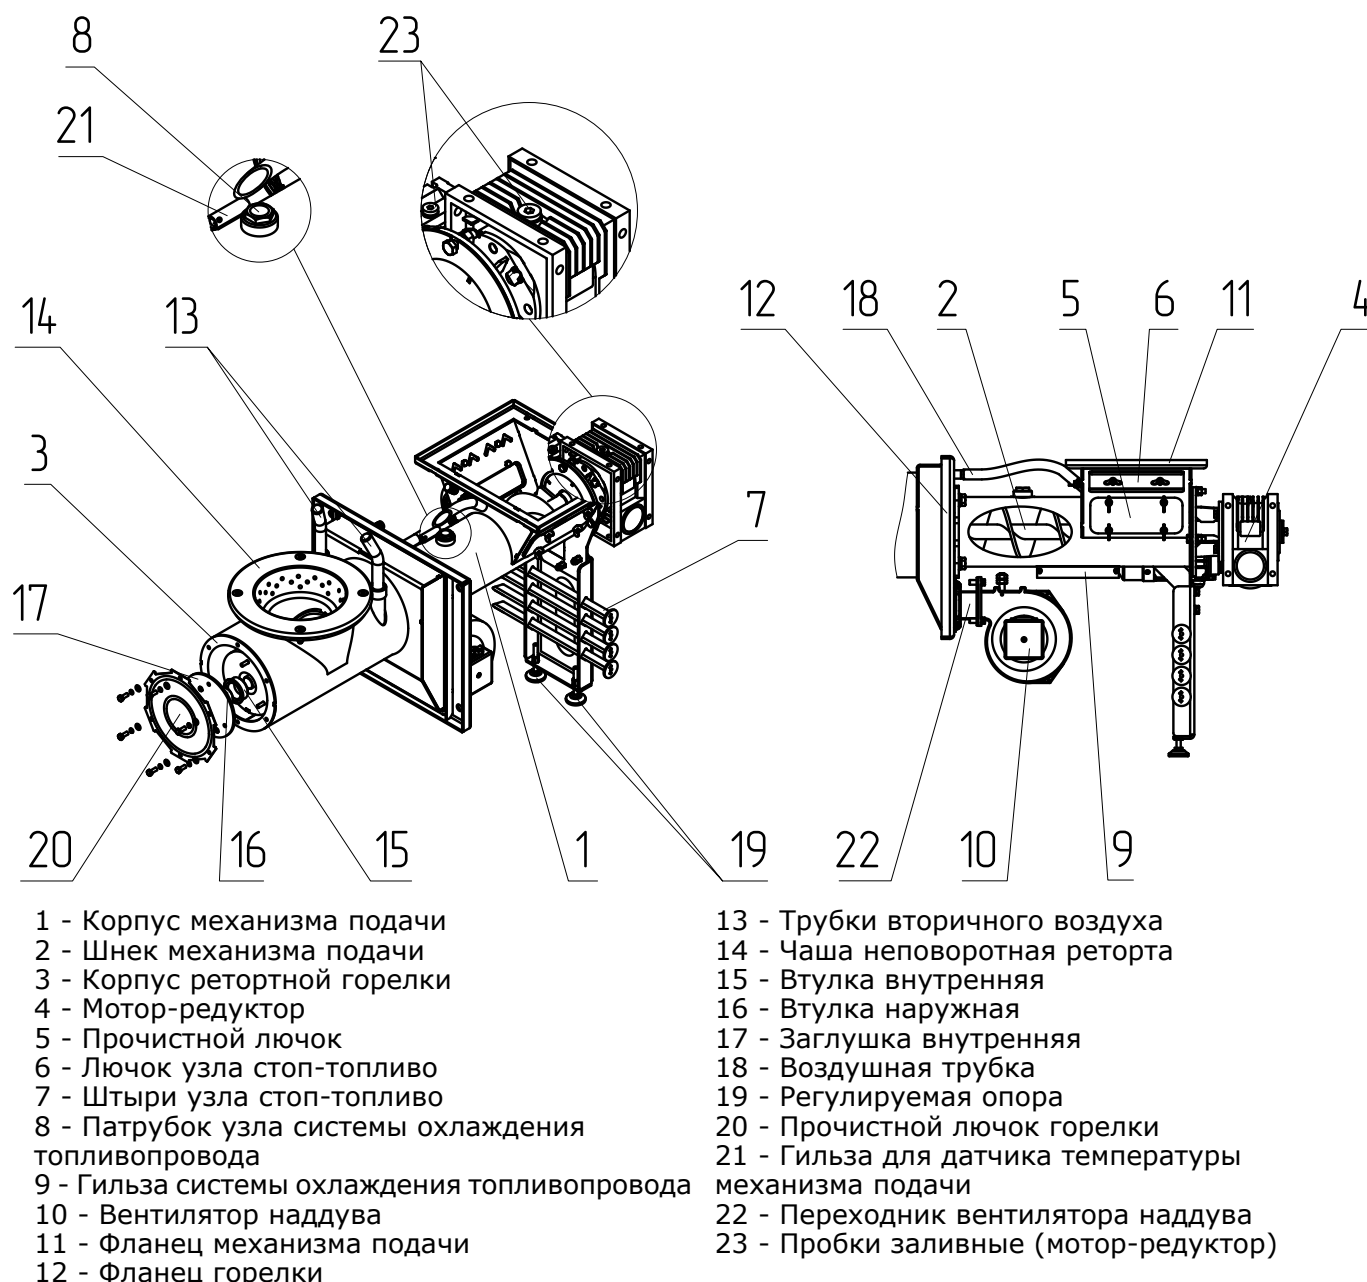

Рис.4 Механизм подачи топлива с горелкой котла
5.4. Неповоротная ретортная горелка с приводом подачи топлива (Рис.4) служит для автоматической порционной подачи топлива из топливного бункера в горелку и его сжигания в неповоротной чаше горелки. Корпус горелки (Рис.4 поз.3) через фланец горелки (Рис.4 поз.11) присоединяется к механизму подачи топлива. Механизм подачи оснащён регулируемой опорой (Рис.4 поз.19) для регулировки уровня.
5.4.1. Топливо из бункера, пройдя через корпус (Рис.4 поз.1) и шнек (Рис.4 поз.2) механизма подачи перемещается в ретортную горелку (Рис.4 поз.14) где происходит процесс сжигания топлива.
5.4.2. Топливо, поступая в неповоротную чашу горелки (Рис.4 поз.14), порционно, по подающей трубе реторты, разгорается от уже горящего топлива в горелке и вытесняет образовавшуюся золу и шлак из горелки в зольный ящик.
5.4.4. Для эффективного сжигания топлива в зону горения от вентилятора наддува (Рис.4 поз.10) через отверстия в чаше (Рис.4 поз.14) подается первичный воздух и через две трубки (Рис.4 поз.13) – вторичный воздух. Вентилятор наддува (Рис.4 поз.10) устанавливается на корпус горелки (Рис.4 поз.3) через переходник (Рис.4 поз.22).
5.4.5. Трубки подачи вторичного воздуха (Рис.4 поз.13) устанавливаются при использовании в качестве топлива древесных пеллет или пеллет из лузги подсолнечника, для обеспечения качественного процесса сжигания данного вида топлива.
5.4.6. Привод горелки осуществляется от мотор-редуктора (Рис.4 поз.4).
5.4.7. Топливный бункер крепится к фланцу (Рис.4 поз.11) механизма подачи топлива и обеспечивает запас топлива для продолжительной работы котла без участия человека. Для обеспечения газоплотности и удобства использования у топливного бункера имеется крышка с ручкой и защелками.
5.4.8. Прочистной лючок топливного бункера (Рис.4, поз.5) позволяет опустошать топливный бункер при возникновении нештатных ситуаций и выхода из строя механизма подачи.
В корпусе ретортной горелки (Рис.4, поз.3) расположен прочистной лючок горелки (Рис.4, поз.20) который служит для очистки внутренней поверхности горелки.
5.4.9. На корпусе механизма подачи топлива предусмотрены патрубок (Рис.4 поз.8) и гильза (Рис.4 поз.9) для установки системы охлаждения топливопровода.
5.4.10. Для удобного обслуживания механизма подачи на его корпусе предусмотрен узел стоп уголь (Рис.4 поз.7) и прочистной лючок (Рис.4 поз.5) с помощью которых можно заблокировать подачу топлива из топливного бункера в механизм подачи и очистить механизм от посторонних предметов, создающих препятствие для его надлежащей работы.
5.4.11. Для снижения вероятности проникновения дыма в топливный бункер в процессе снижения уровня загруженного топлива, предусмотрена воздушная трубка для компенсации давления в топливном бункере (Рис.4 поз.18).
5.4.12 При протлевании топлива по шнеку в бункер котла датчик температуры механизма подачи (Рис.4 поз.21) передаёт информацию о протлевании в пульт управления и включается принудительная подача топлива до того момента пока температура в шнеке не упадёт ниже температуры сигнализирующей о протлевании топлива. Максимальная температура при которой срабатывает датчик температуры задаётся в сервисном меню.
7.3.1. Соедините горелку с теплообменником котла (Рис.1 поз.1) соединив фланец горелки (Рис.4. поз.11) с окном для установки горелки (Рис.2 поз.6), выставите ее по уровню с помощью регулируемой опоры (Рис.4 поз.19) и зафиксируйте четырьмя гайками М10 с шайбами.
7.3.3. Установите сапуны из комплекта поставки на мотор-редуктор взамен пробок заливных (Рис.4 поз.23).